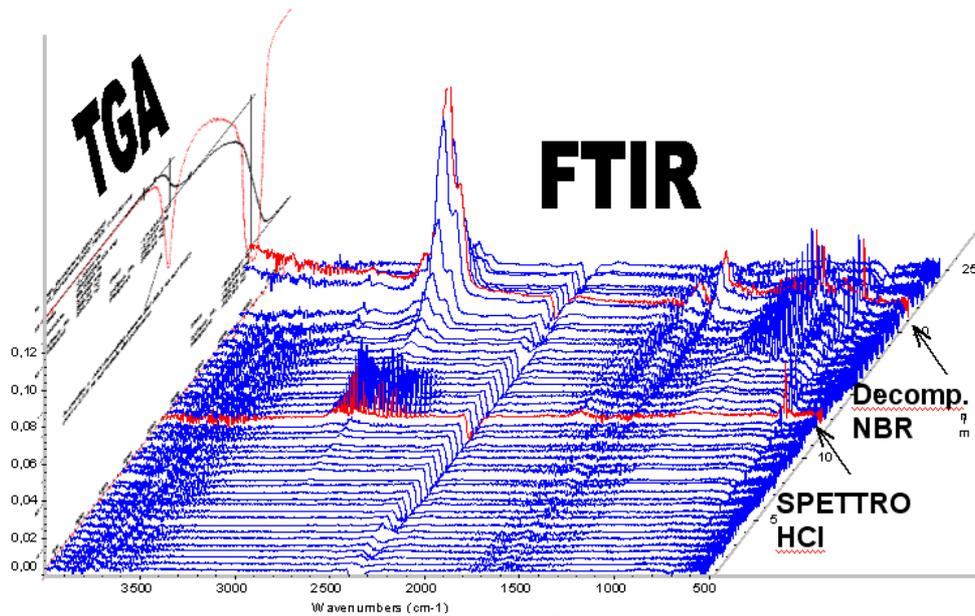

Figura 4: ricostruzione 3D TGA-IR NBR/PVC.
Al termine dell'analisi, del campione rimangono solo... "le ceneri": esse contengono le cariche minerali o quanto ne resta. Da esse si possono però ricavare ulteriori informazioni mediante analisi elementari e FTIR. La TGA non permette però solo stime quantitative: grazie ad apposite interfacce i volatili prodotti possono essere analizzati o mediante FTIR (figura 4), utile per analisi dei fumi sviluppati dai macro ingredienti (plastificanti e polimeri), o mediante Spettroscopia di Massa (MS), più adatta ad analisi di molecole a basso peso molecolare (tipicamente 300AMU) in piccole quantità.